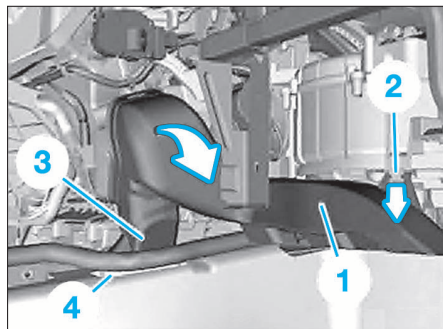

FIG. 8
- Extraire le canal de chauffage de l'espace pour les jambes côté droit (1) dans la zone (2) dans le sens de la flèche (Fig.8).